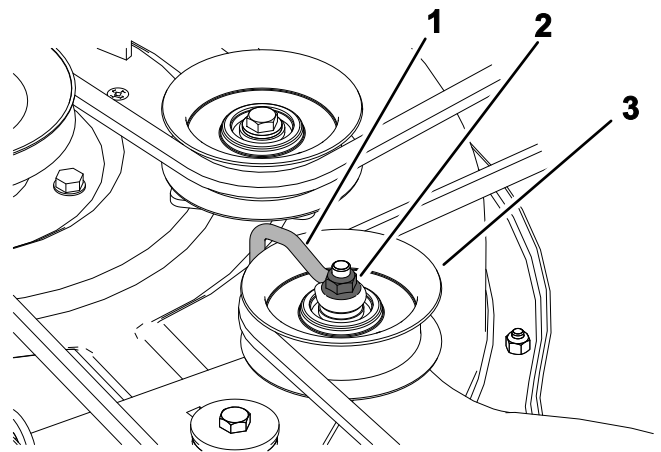

**Figuur 55**
5. Zet de schroeven los en verwijder de poeliekappen (Figuur 55).